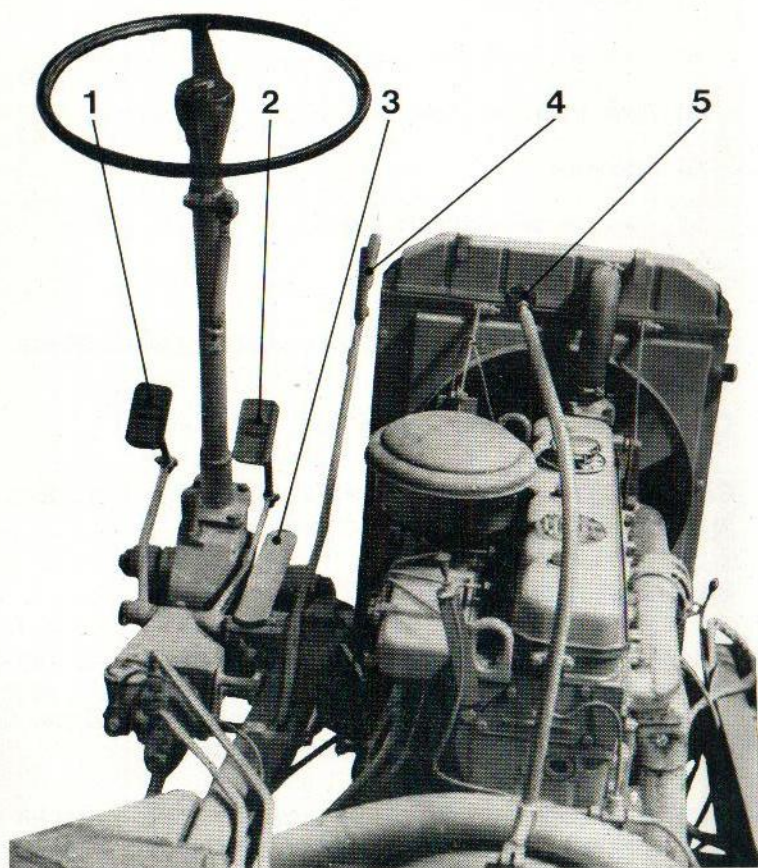

Fig. 1.8. - Mandos principales
1.7 MANDOS PRINCIPALES (ver fig. 1.8)